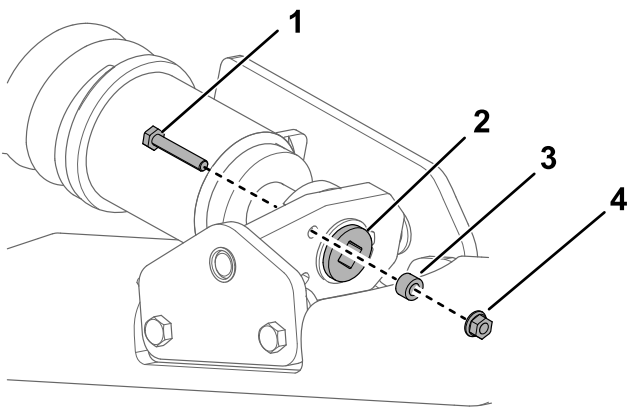
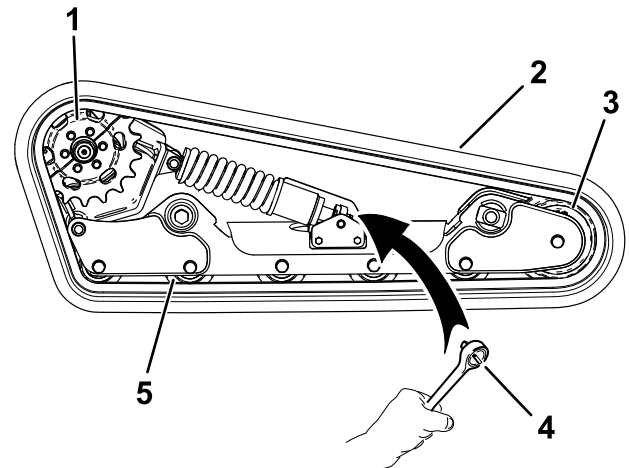

Bild 57
Bild 61
4. Entfernen Sie die Befestigungsschraube, Distanzstück und Mutter (Bild 57).
- Fluchten Sie die am nächsten liegende Kerbe in der Spannschraube mit dem Loch der Befestigungsschraube aus und befestigen Sie die Schraube mit der Befestigungsschraube und Mutter (Bild 57).
7. Entfernen Sie die Befestigungsschraube, Distanzstück und Mutter (Bild 57).
8. Lösen Sie die Antriebsspannung mit einer Ratsche (1/2"), indem Sie die Spannschraube nach rechts drehen (Bild 57 und Bild 61).
9. Entfernen Sie die drei Schrauben, die die Kettenradhälfte sichern, die nicht in die Kette eingreift (Bild 61).
14. Wickeln Sie die neue Kette um das Vorderrad, dann um die Antriebsnabe an der Seite ohne Kettenrad (**Bild 61**).
15. Schieben Sie die Kette unter und zwischen die Straßenräder und wickeln Sie diese um den Rahmen (**Bild 61**).